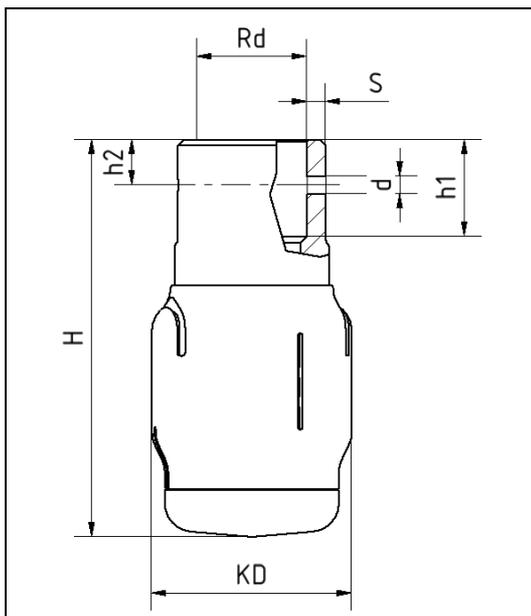

Abbildung 5.2-2: Abmessungen
- Die Einbaumaße sind der Abbildung 5.2-2: Abmessungen zu entnehmen.
HINWEIS Nichtbeachtung der Abmessungen für den Medienanschluss (siehe Abbildung 5.2-2: Abmessungen).